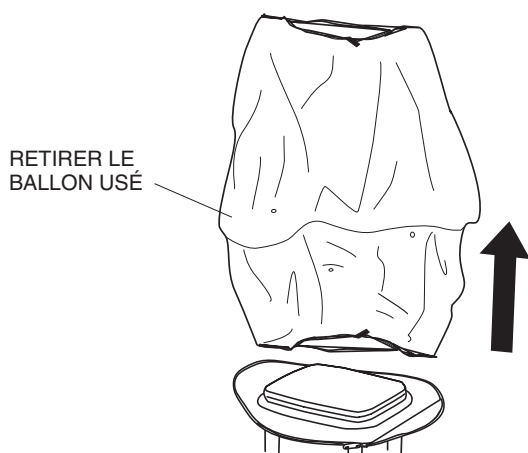

Figure 32. Retirer le ballon usé
2. Faire glisser l'enveloppe du ballon usée sur le dessus de l'ensemble de protection de la lampe. Voir Figure 32.